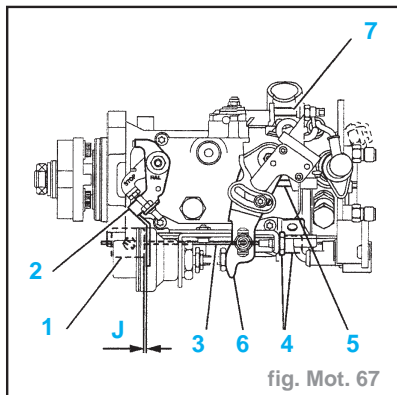

fig. Mot. 67
- Vérifier que le levier (2) est en butée à droite (fig. Mot. 67) sinon, approcher la tension du câble (3) par le serre-câble (1).
- Achever la tension par le tendeur de gaine (4).